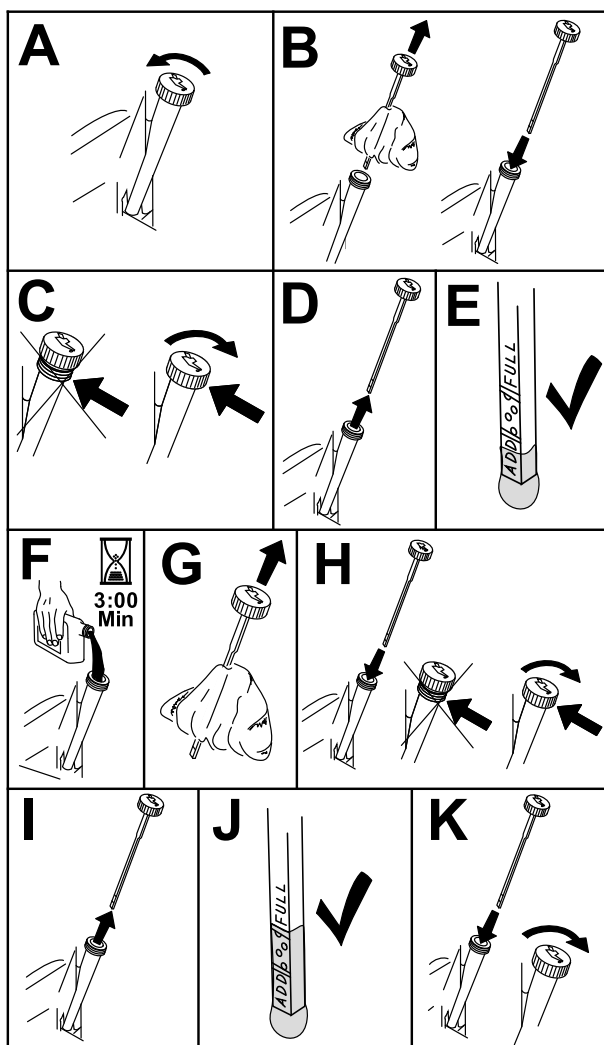

Figura 42
3. Para que no entre suciedad, recortes de hierba, etc., en el motor, limpie la zona alrededor del tapón de llenado/varilla de aceite antes de retirarlo (Figura 42).